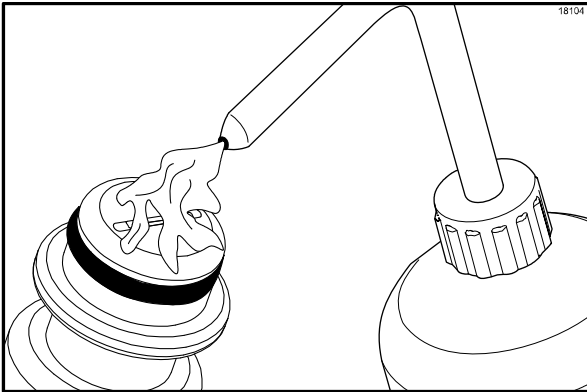

Abbildung 60
16. Die Spülflasche mit Desinfektionslösung füllen. Halten Sie die Flasche über einen Eimer. Spülen Sie die Schlitze aller Sirup-Anschlussnasen gründlich durch Zusammendrücken der Flasche. (Siehe Abbildung 60.)